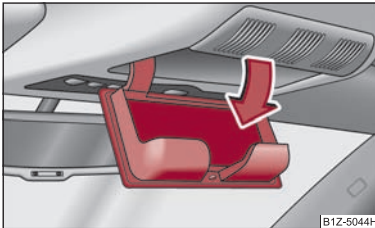

Abb. 94 Ausschnitt des Dachhimmels:
- Drücken Sie auf den Deckel des Ablagefaches, das Ablagefach klappt nach unten auf ⇒ Abb. 94.